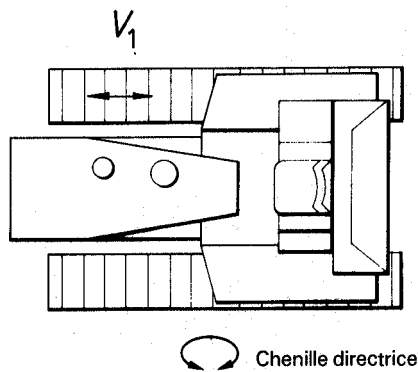

Figure 8 — Direction par dérapage des chenilles
5.1.3.5 Direction par dérapage des chenilles (voir figure 8)